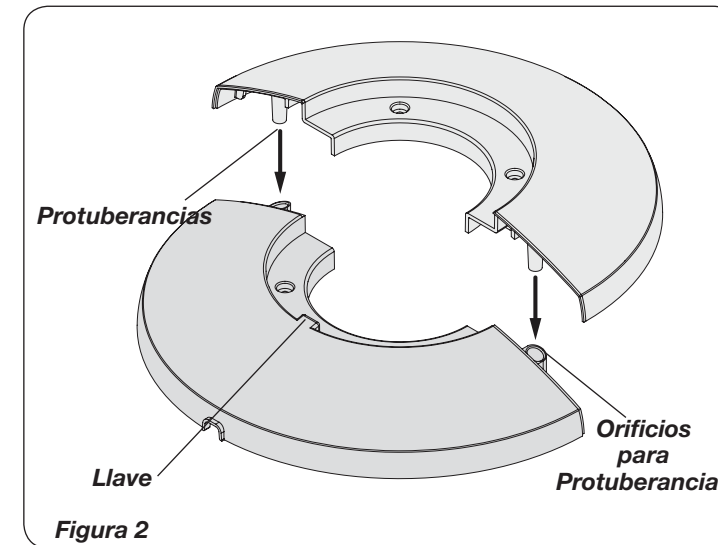

Figura 2
- Arme la base enclavando las **Protuberancias** en los **Orificios para Protuberancias**. (Figura 2)